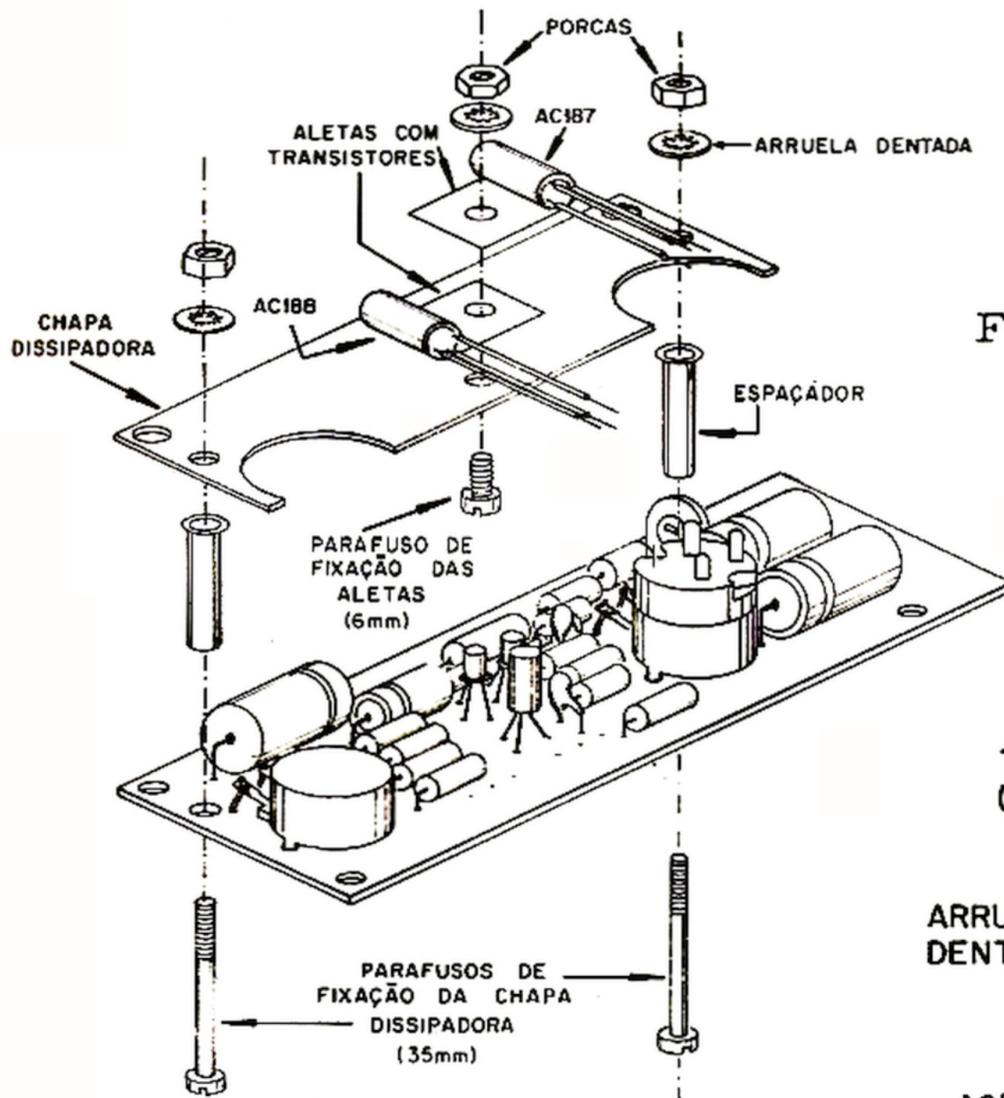

Figura 13 - Montagem das aletas e do dissipador de calor.
- 17 - Fixe as aletas no dissipador térmico (chapa de alumínio), mediante parafuso (de 6mm) e porca (a porca deve ficar do mesmo lado que as aletas). Consulte a figura 13 e coloque os transistores na posição correta.
- 19 - Fixe o dissipador na chapa de fiação impressa, utilizando os parafusos de 35mm, as porcas e os espaçadores (tubos niquelados). Oriente-se pela figura 13.
- 22 - Encoste o corpo do termistor à fita isolante previamente aplicada sobre as aletas de refrigeração (ver item 18). Cuidado para que não haja contato elétrico do corpo do termistor com nenhuma das partes metálicas adjacentes. Para melhorar a transferência de calor, aplique graxa de silicone (ou vaselina) à fita isolante.